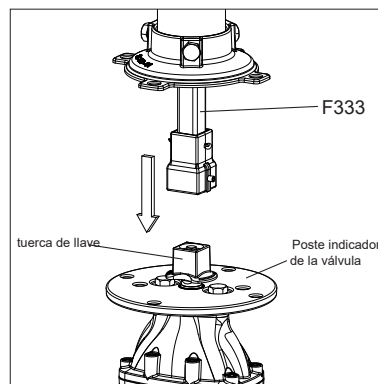

Fig. 4B
4. Sosteniendo el Vástago Inferior (F333) de manera que no se deslice completamente fuera del Barril Inferior (F332), levante el indicador de poste por encima de la válvula. (Ver Fig. 4B)